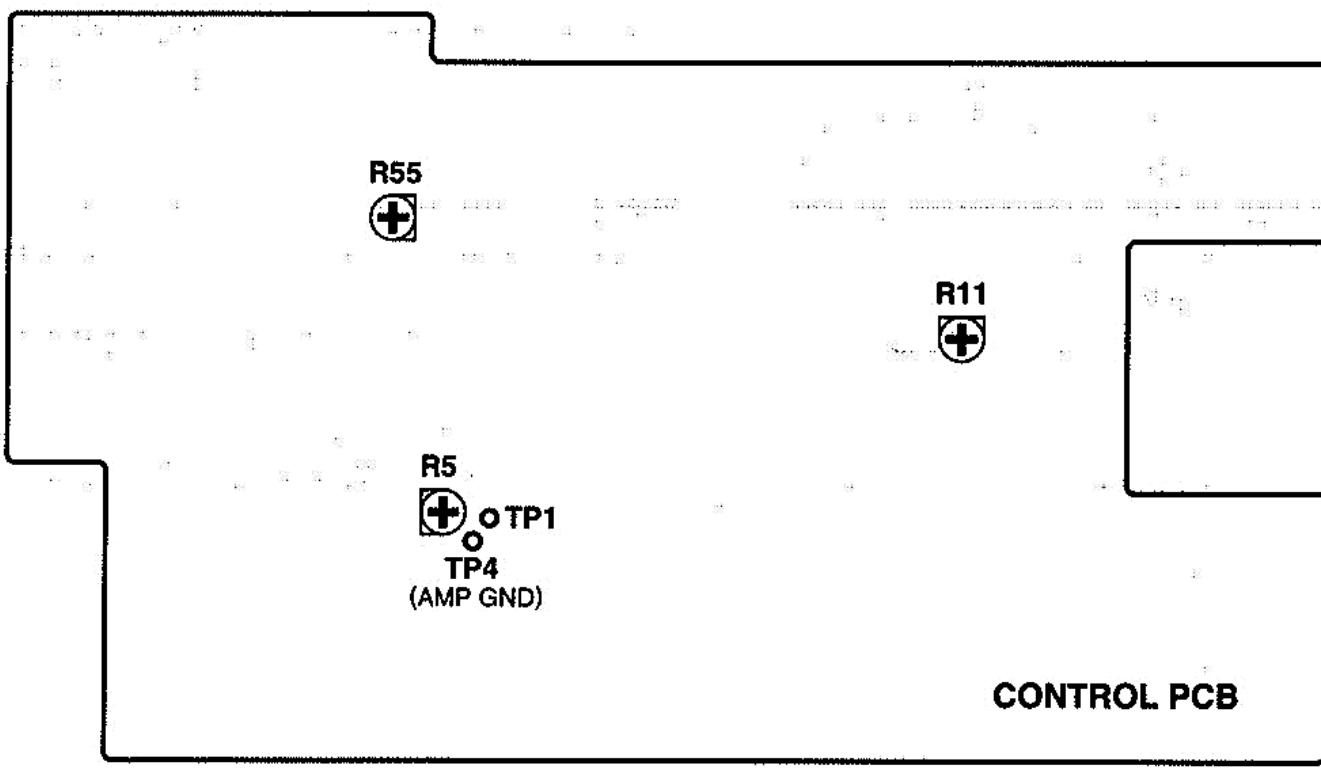

Fig. 2-7
2. If back tension is out of specs, hold the STOP and CHECK keys simultaneously, then turn the POWER switch on to activate the ADJUST mode (The ADJ logo appears in the display). After setting the 488MKII in the ADJUST mode, turn the semi-fixed resistor R11 (Fig. 2-7) on CONTROL PCB until back tension is 12.5 g · cm. Press the STOP and CLEAR keys simultaneously to exit the ADJUST mode.
2) もしバック・テンションが上記値より外れている場合には、STOPキーとCHECKキーを同時に押しながらPOWERスイッチをONにし、アジャスト・モードにする。ADJのロゴがディスプレイに表示される。アジャスト・モード後、バック・テンションの値が12.5gになる様に、CONTROL PCBの半固定抵抗R11 (Fig. 2-7) を回して調整する。STOPキーとCLEARキーを同時に押し、アジャスト・モードを解除する。
5. Play the middle section of the tape, and adjust adjustment resistor R55 (Fig. 2-7) on the CONTROL PCB assembly until the frequency reading is 3000 ± 5 Hz.
5. テスト・テープの中間部を再生させて、テープ速度が $3,000 \pm 5$ Hzになる様にCONTROL PCB ASSYの半固定抵抗R55 (Fig. 2-7) を調整する。